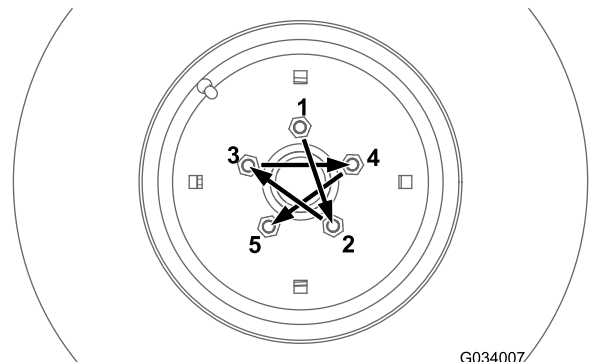
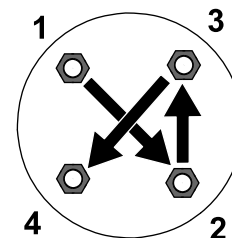

Bild 64
Bild 65
Ziehen Sie die Radmuttern an den Vorder- und Hinterrädern (nur Allradmaschinen) in einem kreuzförmigen Muster, wie in Bild 64 dargestellt, auf das angegebene Drehmoment an. Bild 65
- Vorderräder: siehe Bild 64
- Hinterräder (nur bei Allradmaschinen): siehe Bild 65